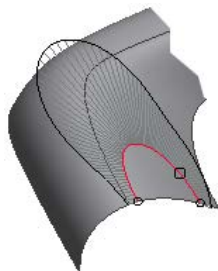

图 8.8.60 ISDX 曲线 21 的曲率图
(4) 设置 ISDX 曲线 21 的左、右端点与 RIGHT 基准平面垂直。
① 选取 ISDX 曲线 21 的右端点，单击操控板上的 **相切** 选项卡，在弹出的界面中的 **约束** 区域下的 **第一** 下拉列表中选择 **法向** 选项，选择 RIGHT 基准平面作为法向平面，这样 ISDX 曲线 21 在其右端点处的切线方向便与 RIGHT 基准平面垂直。在 **长度** 文本框中输入该端点切线的长度值 2.5，并按回车键。
② 按照上步同样的方法，设置 ISDX 曲线 21 的左端点与 RIGHT 基准平面垂直。该端点切线的长度值为 6.0。
(5) 对照曲线的曲率图, 编辑 ISDX 曲线 21。
① 单击  按钮, 选择 Course_v5 视图。
② 在 **样式** 功能选项卡中的 **分析** 区域中单击“曲率”按钮  , 然后单击图 8.8.60 中的 ISDX 曲线 21; 对照图 8.8.60 所示的曲率图(注意: 此时在 **比例** 文本框中输入数值 5.00), 再次对 ISDX 曲线 21 上的几个点进行拖拉编辑。
(6) 完成编辑后, 单击操控板中的  按钮。